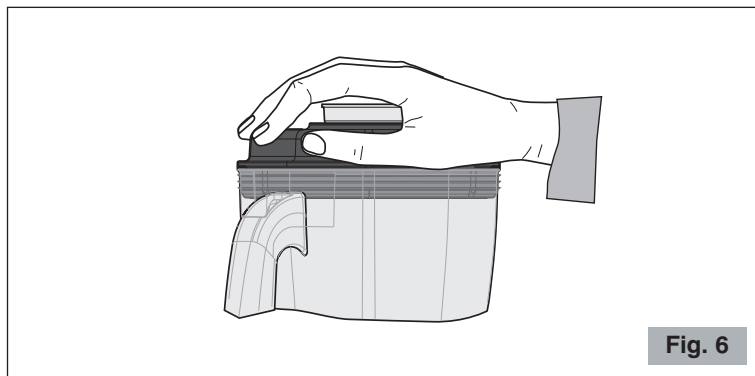

Fig. 6
- 5** Azionare il motore premendo il tasto  mantenendo una mano sul coperchio (Fig. 6) (solo per il modello B283).